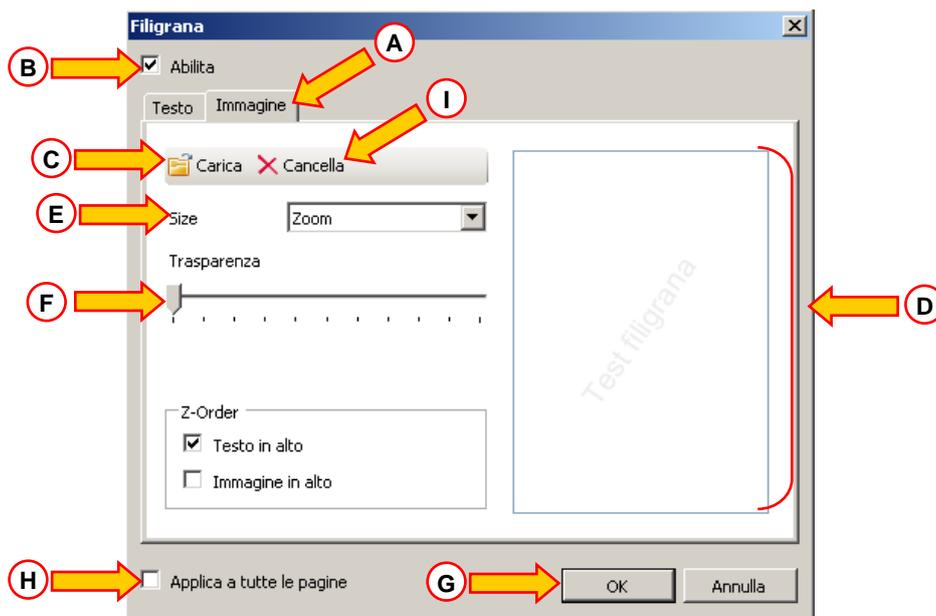

Fig 32
- Cliccare l’etichetta “Immagine” indicata in Fig 32 **A**.
Sarà visualizzata la seguente finestra (Fig 32).
- assicurarsi che il checkbox “Abilita” sia selezionato (Fig 32 **B**). In caso contrario i contenuti della finestra non possono essere modificati.
- Cliccare il pulsante “Carica” indicato in Fig 32 **C**.
L'immagine sarà visualizzata nell'area indicata in Fig 32 **D**.
- Utilizzare il menu a tendina “Size” per stabilire la grandezza dell'immagine (Fig 32 **E**).
- Utilizzare il cursore “Trasparenza” per stabilire il grado di trasparenza dell'immagine in filigrana (Fig 32 **F** - se il cursore è sulla sinistra la trasparenza è massima).
- Cliccare il pulsante (Fig 32 **G**).
Se il checkbox “Applica a tutte le pagine” è selezionato (Fig 32 **H**) la filigrana è applicata a tutte le pagine del documento, altrimenti solo alla pagina corrente.
- cliccare il pulsante “Cancella” indicato in Fig 32 **I**.